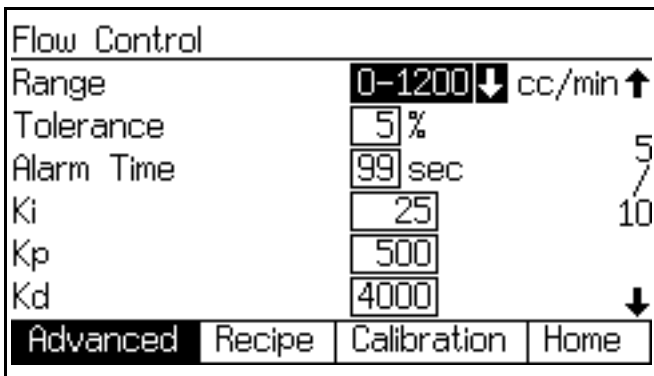

FIG. 95. Pantalla de configuración avanzada 5 (solo Modo automático con Control de caudal)
2. Vaya a **Pantalla de configuración avanzada 5** (vea FIG. 95). Seleccione el intervalo de caudal que mejor cubra el mayor caudal deseado para su aplicación (por ejemplo, 0-1200).